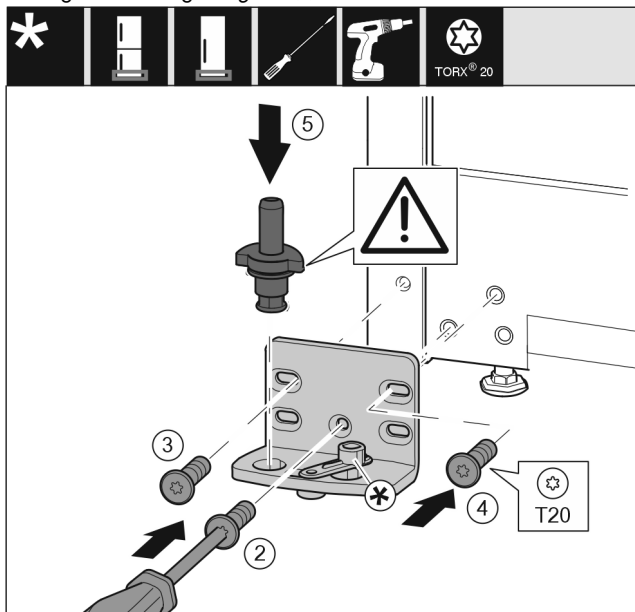

Fig. 14
- ▶ Pange laagripukk teisel küljel kohale ja kruvige kruvikeerajaga T20 abil külge. Alustage kruviga 2 alt keskelt. Fig. 14 (2)
- ▶ Keerake kruvi 3 ja 4 kinni. Fig. 14 (3,4)
- ▶ Pange laagripolt täielikult sisse. Pöörake seejuures tähelepanu sellele, et fiksaatornukk on tahapoole suunatud. Fig. 14 (5)